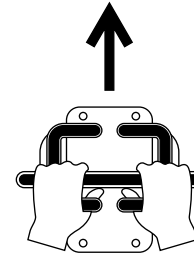

図 7
- 両方の走行コントロールを前方に押すと前進します 図 7。